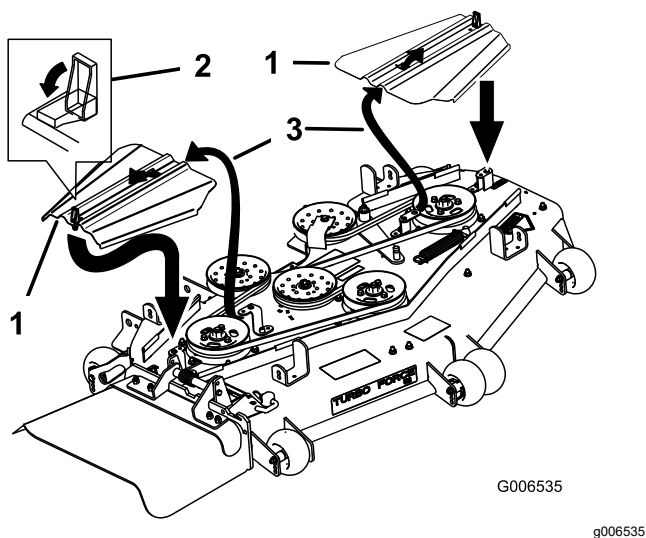

Рисунок 88
12. Установите крышки ремней, сдвинув крышку на выступ, заверните болты и закройте защелки (Рисунок 88).